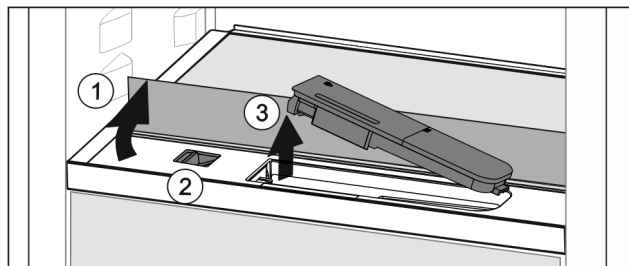

Fig. 74
- ▶ Podnieść płytę szklaną i złożyć ją z powrotem, aż do oporu Fig. 74 (1).
- ▶ Przesunąć suwak Fig. 74 (2) w lewo.
- ▶ Wymówienie zbiornika wody Fig. 74 (3).